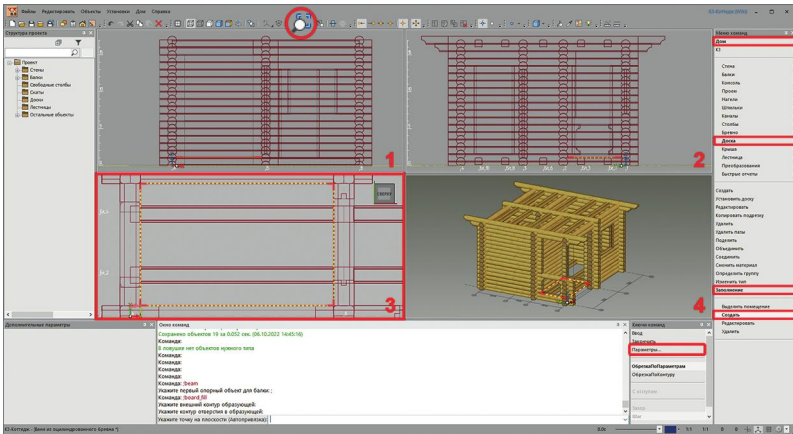

рис. 44
2. Для удобства работы сделайте изображение в видовом окне **№3** крупнее (рис. 44, стр. 22). Если у вас мышь с колёсиком, наведите курсор на полилинию и вращайте колёсико мыши. Если вам понадобится подвинуть сцену, нажмите колёсико, и, не отпуская, перемещайте мышь в нужном вам направлении.
3. Теперь заполним построенную полилинию досками. Для этого на вспомогательной панели выберите команду **Дом/Доска/Заполнение/Создать**, укажите вашу полилинию (на рис. 44 выделена) и нажмите в контекстном меню элемент **Закончить**.